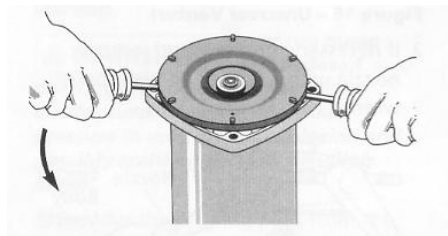

Figure 17A- Enlever le cachet mécanique
3. Enlever tournant la moitié de cachet en plaçant deux tournevis sous la plaque de cachet et soulevant à l'aide d'un levier soigneusement (Voit la Figure 17A). La plaque de cachet glissera de l'arbre.